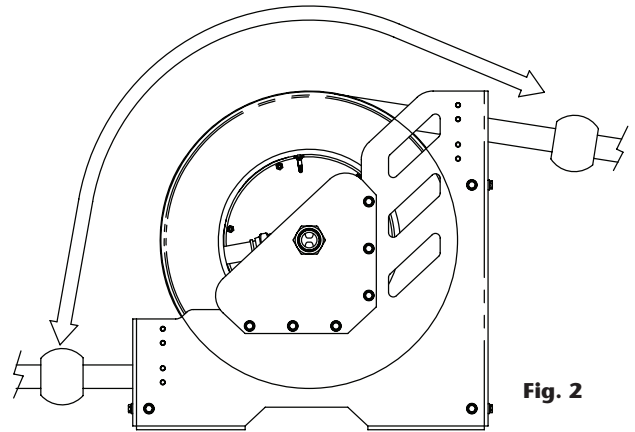

Fig. 2
Fixar o carretel sobre uma superfície horizontal robusta e resistente. Existem duas possíveis posições para a saída da mangueira (Fig. 2). Para intercalar a posição da saída da mangueira, será necessário:
4. Orientar a mangueira (não é necessário desmontar a abraçadeira de parada) assim que a nova posição de saída da mangueira estiver pronta, segurar firmemente a mangueira, puxar para liberar a roda da posição de bloqueio do trinquete e girar a roda até a mangueira aponte para a nova posição de saída (Fig. 2). Bloquear a roda novamente na primeira posição de bloqueio do trinquete.